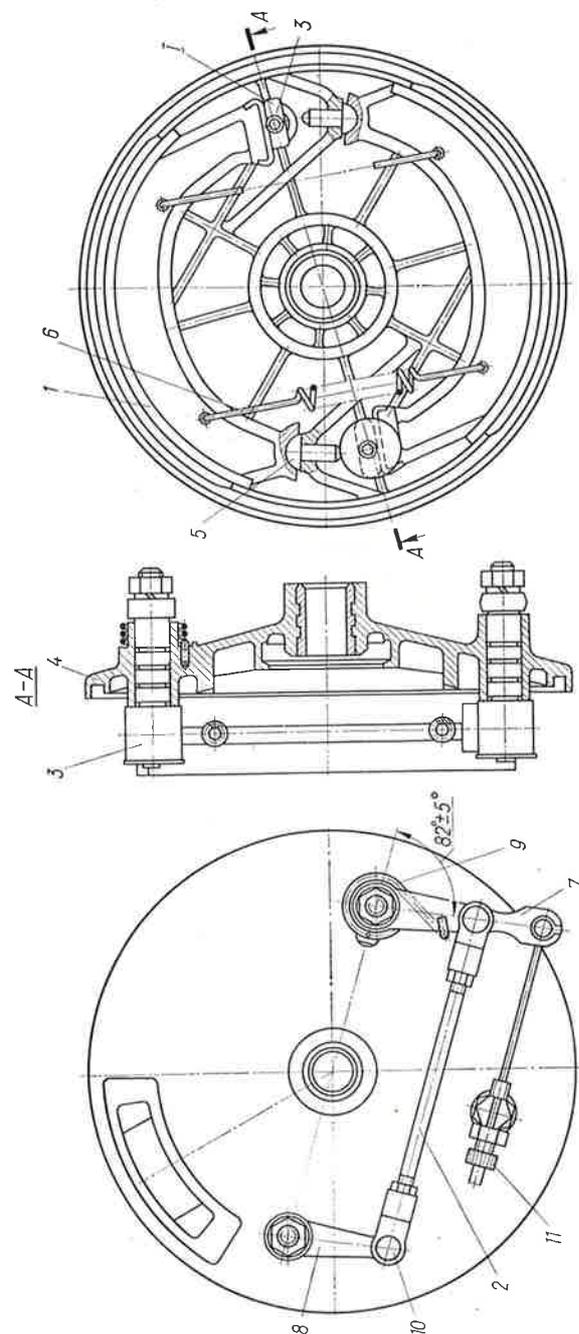

Рис. 27. Передний тормоз:
**Передний тормоз.** Тормозные колодки 1 (рис. 27) сферическими гнездами опираются на головки толкателей 5, нажимными площадками — на кулаки 3, установленные в диске 4. К кулакам посредством шлицов присоединены ведущий 7 и ведомый 8 рычаги, расположенные на лицевой стороне диска тормоза.
установить и закрепить на шлицах кулаков ведущий и ведомый рычаги, выдерживая углы  $82^\circ \pm 5^\circ$ , как указано на рис. 27. Непараллельность рычагов между собой не должна превышать  $5^\circ$ .